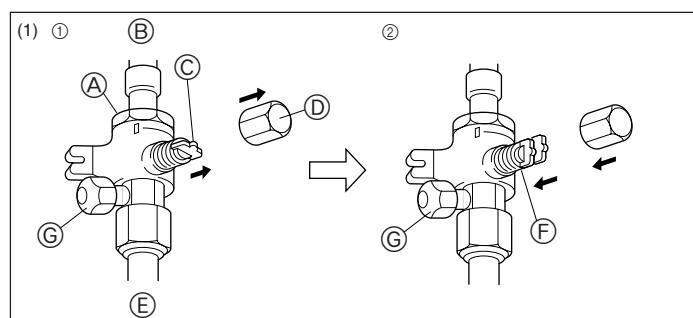
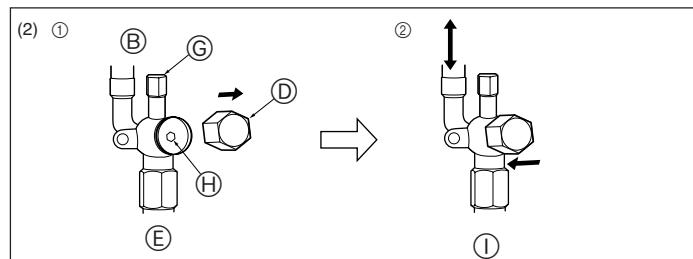

Fig. 4-6
Fig. 4-7
- (1) Сторона с газом (Fig. 4-6)
- ① Снимите колпачок, потяните ручку на себя и поверните на 1/4 оборота против часовой стрелки для открытия.
- ② Убедитесь в том, что запорный кран полностью открыт, надавите на ручку и поверните колпачок в первоначальное положение.
- (2) Сторона с жидкостью (Fig. 4-7)
- ① Снимите колпачок и поверните шток золотника против часовой стрелки до упора, используя для этой цели 4 мм шестиугольный гаечный ключ. Прекратите поворачивать шток в момент, когда тот достигнет стопора.